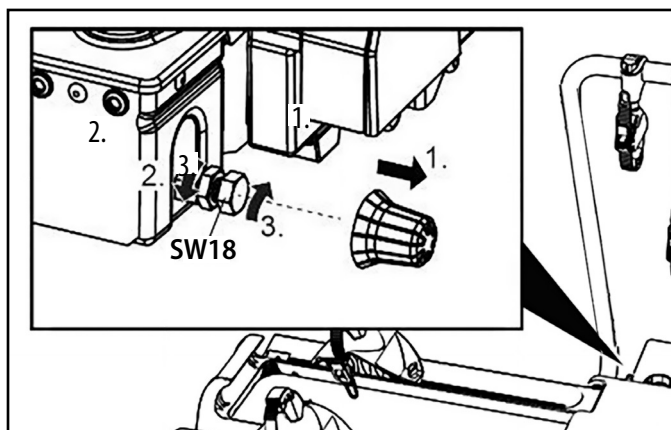

Figura 15: Regolazione della chiusura rapida
- Allentare leggermente il controdado (Figura 15).
- Ruotare la vite di regolazione di un quarto di giro (Figura 15).